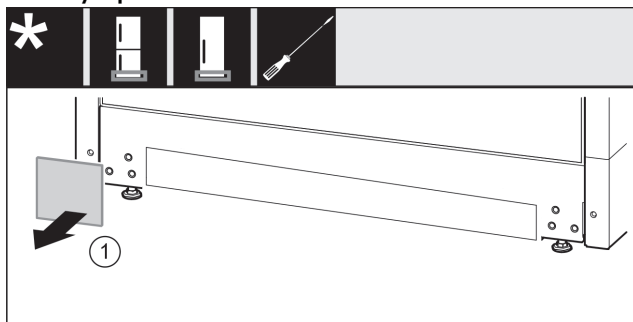

Fig. 15
- ▶ Снимите крышку Fig. 15 (1).